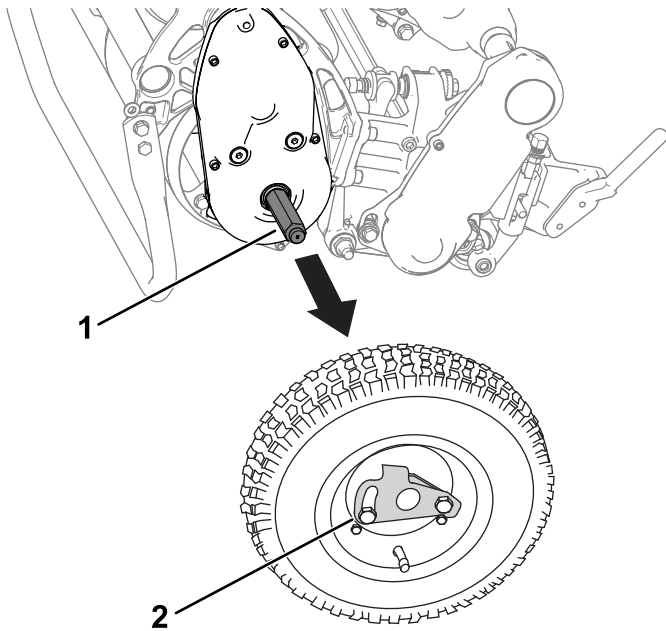

Figura 22
3. Rimuovete le ruote di trasferimento spingendo le clip di bloccaggio delle ruote fuori dagli assali (Figura 22).